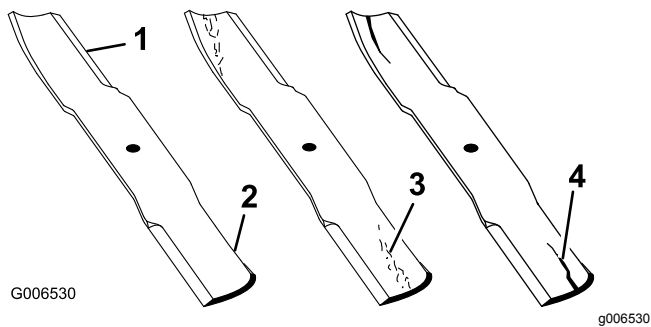

Рисунок 47
1. Осмотрите режущие кромки (Рисунок 47). Если кромки затупились, или на них имеются зазубрины, снимите и заточите ножи. См. раздел Заточка ножей (страница 44)
2. Проверьте ножи, особенно изогнутую часть (Рисунок 47). При обнаружении каких-либо трещин, износа или образования бороздки в этой части (поз. 3. и Рисунок 47) немедленно замените нож.
- с конца области загиба (Рисунок 47). Повторяйте эту процедуру до тех пор, пока нож не будет сбалансирован.